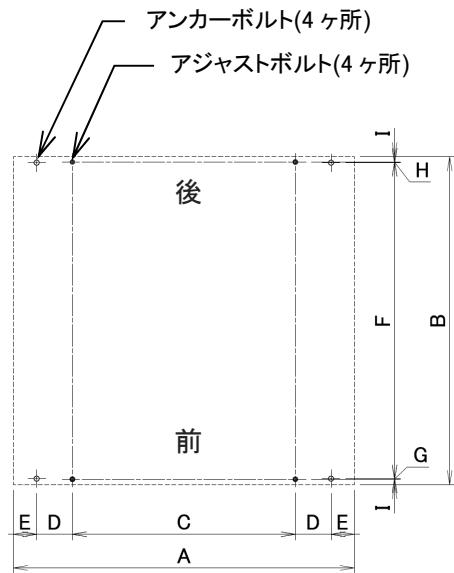

図 4-2
- 機械の据付は、機械自重による床荷重( $580\text{kg/m}^2$ )に充分耐えられる所で、かつ、水平な所であれば、特別な基礎工事の必要はなく、簡易基礎にて水平を出し、4 本のアンカーボルトにて固定するだけです。ただし、特に地盤の弱い所は、(図 4-2)を参照の上基礎工事をしてください。また、機械の据付は水平器を用いて、左右は水平にし、機械の前後方向は機械前側が少し上がり気味になるように据付してください。